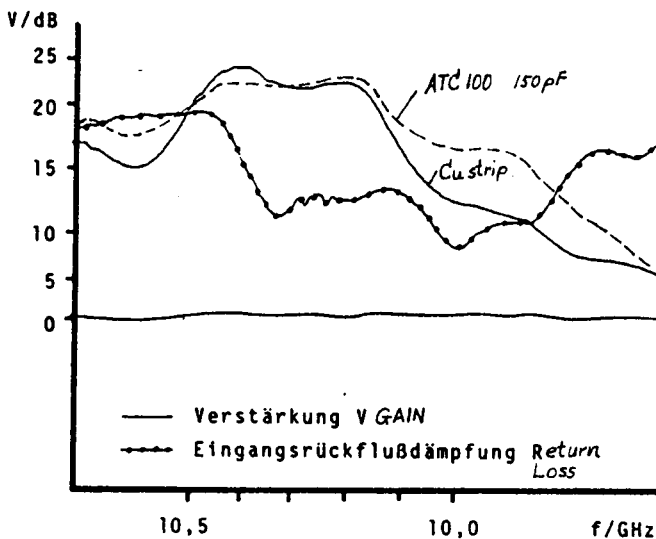

Fig. 22
sollte der Operator nebst LötKolben und Werkzeug bestens geerdet sein! Wie in Bild 14 bereits gezeigt, lötet der Verfasser die DUROID-Platinen vor der Bestückung (aber nach dem Durchkontaktieren!) direkt mit der Massefläche auf die Hohlleiterwand. Dazu hat sich eine Kochplatte, flüssiges Lötzinn (sehr sparsam verwenden) und ein Teflonklotz zum Andrücken bestens bewährt. Wenn das Lötzinn zu fließen beginnt, wird der Hohlleiter von der Kochplatte entfernt und unter ständigem Druck auf die DUROID-Platine auf einer kalten Metallfläche zum Kühlen abgestellt. Bis jetzt haben sich keinerlei Schäden an den DUROID-Platinen eingestellt. Der gute Massekontakt zum Hohlleiter macht sich hochfrequent bestens bemerkbar. Hinweis: Wegen der guten Wärmeableitung durch die Hohlleiterwand kann es notwendig sein, beim Einlöten der GaAs FET-source-Anschlüsse den Hohlleiter zusammen mit der Platine leicht zu erwärmen! Als Koppelkondensator kann ein Cu-Streifen mit zwischengelegter Ø.1mm Teflon Folie dienen. Besser (siehe Bild 22) ist ein ATC 100 Chipkondensator (9).
the waveguide, because a good ground-contact is necessary for function of this stage. As coupling capacitor a strip of copper can be used, isolated by a sheet of PTFE 0.1mm thick or better (see fig.22) a ATC 100 chipcapacitor (9).